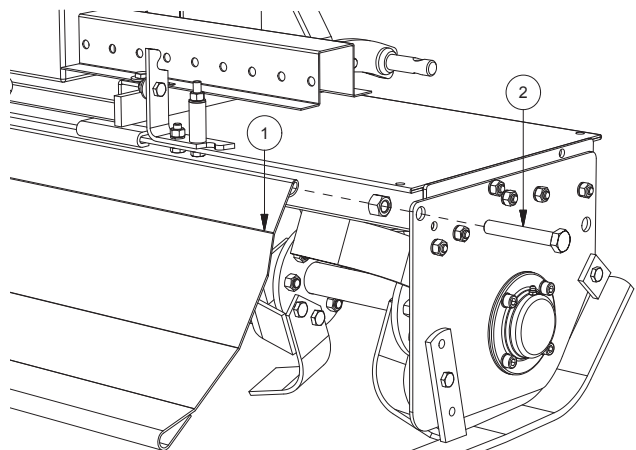

FIG. 7
- Monter le capot arrière (1, Fig. 7): le mettre entre les flancs du châssis; introduire le vis (2) au travers du capot et des deux flancs.